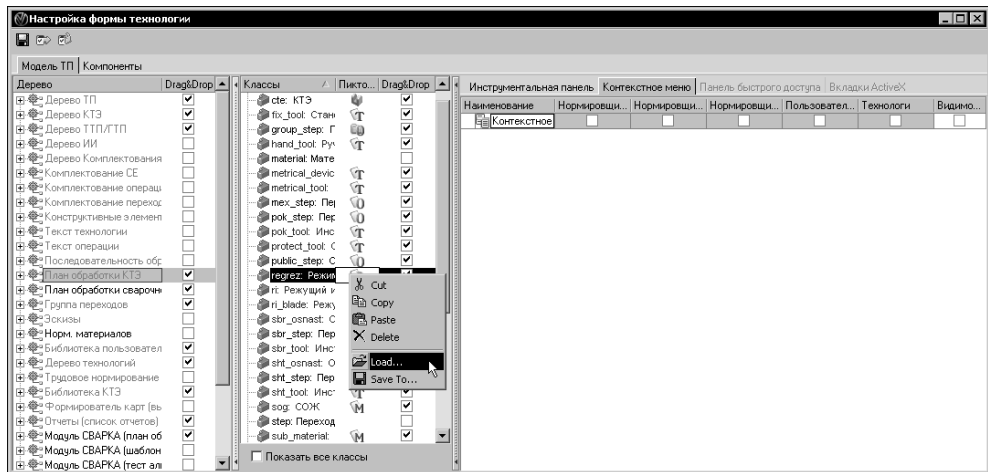

Рис. 18.4. Изменение пиктограммы
1. В списке классов установите курсор на ячейку пиктограммы напротив нужного класса (столбец **Пиктограмма**, рис. 18.4).
2. Нажмите правую кнопку мыши и в контекстном меню выберите команду **Load...** (рис. 18.4). В диалоговом окне **Открыть** выберите пиктограмму для кнопки, предварительно подготовленную в формате \*.bmp, и нажмите кнопку **Открыть**.